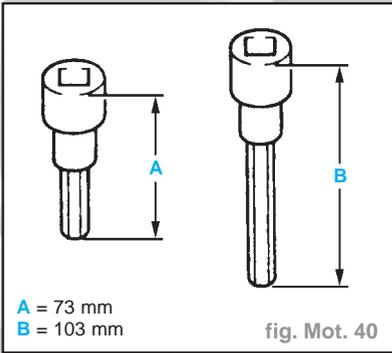

fig. Mot. 40
- Pour dévisser les vis de culasse arrière, utiliser la clé à douille **SW10** aux dimensions suivantes (fig. Mot. 40).
- Vis de culasse arrière côté droit avec la clé (A).
- Vis de culasse arrière côté gauche avec la clé (B).